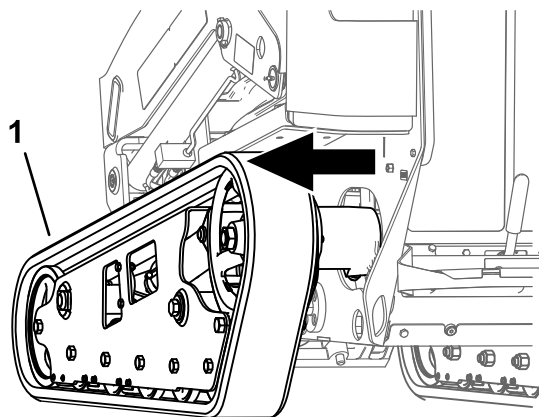

Рисунок 7
7. С помощью подъемного устройства или вилочного погрузчика грузоподъемностью 181 кг сдвиньте гусеницу в сборе от рамы приблизительно на 15 см, как показано на Рисунок 7.